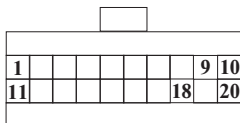

Рис. 2.3
**Внимание!** Если на автомобиле не установлен иммобилайзер АПС-4, то необходимо ввести перемычку между контактами “9” и “18” в разьеме для подключения блока иммобилайзера, расположенного под панелью приборов рядом с контроллером вырыска. Внешний вид разьема приведен на рис. 2.3.